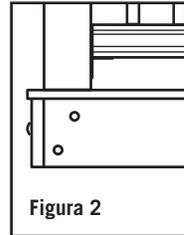

Figura 2
Paso 3: Coloque, aplome con un nivel y fije con una prensa el poste del barandal en la cara interior de la viga. Nivele de nuevo. El poste para barandal de 4x4 deberá atornillarse al interior de las vigas usando dos pernos de cabeza redonda galvanizados de 1/2"x6". Los postes de esquinas usan un tercer perno de cabeza redonda insertado a través de la viga adyacente (Figura 2).